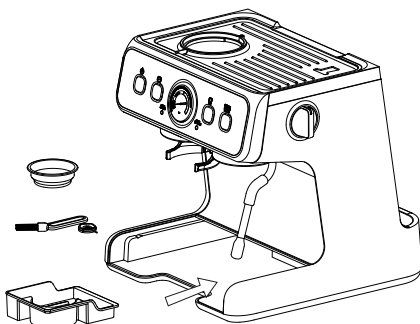

Fig. 8
La machine espresso BISTRO est équipée d'outils de nettoyage, notamment une épingle et une brosse de nettoyage, ainsi que d'une boîte à outils (15) permettant de les ranger de manière pratique. Les filtres 1 tasse et les filtres 2 tasses peuvent également être rangés dans la boîte à outils. La boîte à outils se trouve en bas à gauche de l'appareil, derrière le bac d'égouttage. Lorsque le bac d'égouttage est retiré (Fig. 8), vous pouvez accéder à la boîte à outils en la tirant simplement hors du compartiment.